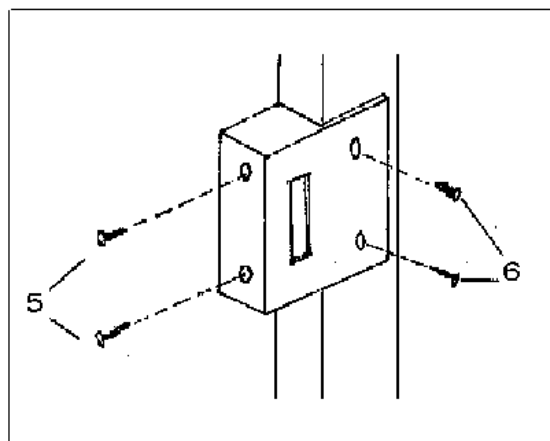

Figura 5 – Colocação do batedor do trinco.
2.2.6 Coloque então o contra-testa do trinco com os parafusos, no batente conforme indica a figura 5.